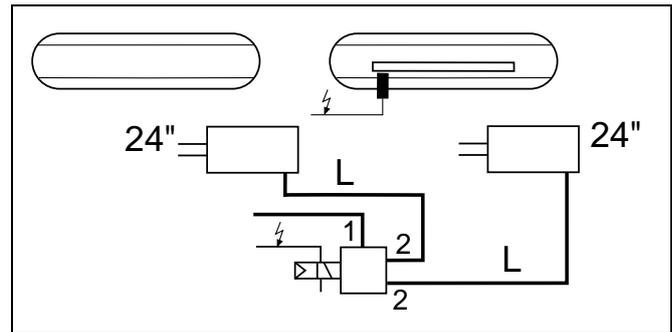
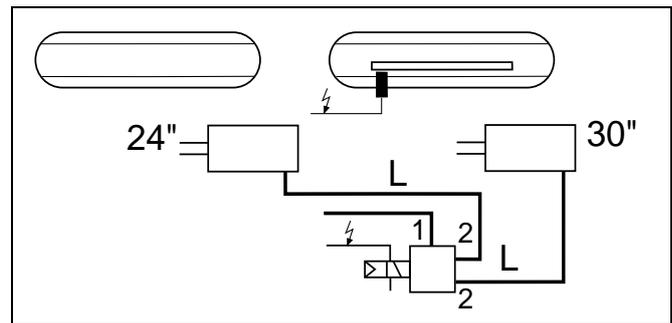

Abb. 6 Länge L gleich bei gleichen Bremszylindern.
Abb. 7 Bei verschieden großen Zylindern: L zum kleineren Zylinder länger wählen.
- Die Leitungen von einem ABS-Relaisventil zu mehreren gleich großen Bremszylindern einer Fahrzeugseite müssen gleich lang sein und den selben Querschnitt haben (Abb. 6). Bei verschiedenen großen Zylindern ist Leitungslänge L zum kleineren Zylinder länger zu wählen. (Abb. 7).